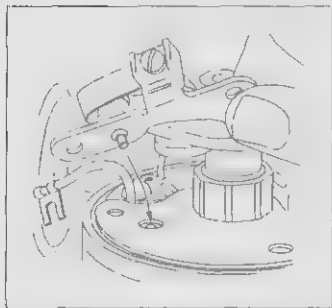

Рис. 12.33 Некоторые контакты имеют специальные установочные штифты, фиксирующиеся в цилиндрическом отверстии, предусмотренном в диске прерывателя
2. Установите новые контакты на место старых (рис. 12.33 и 12.34), но не затягивайте полностью крепежные винты до тех пор, пока не будет выставлен правильный зазор.